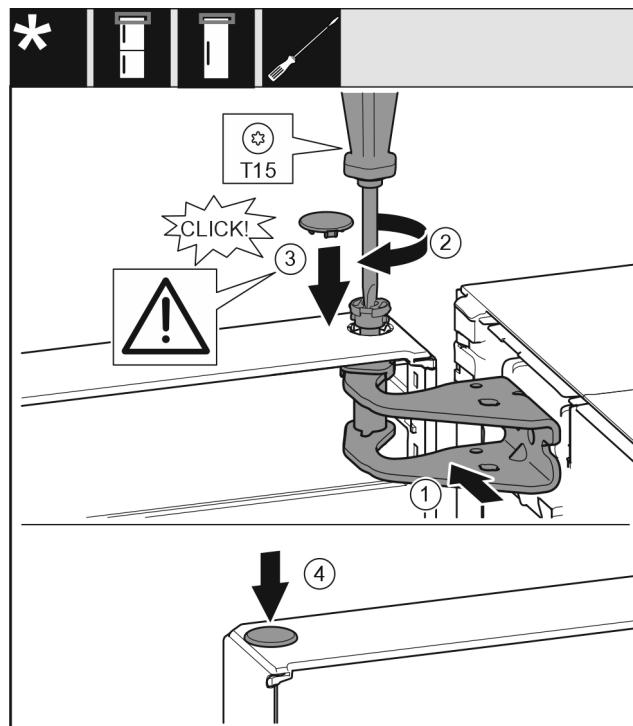

Fig. 21
- ▶ Wyrównać drzwi u góry względem otworu w płycie zawiasu. Fig. 21 (1)
- ▶ Założyć sworzeń i dokręcić śrubokrętem T15. Fig. 21 (2)
- ▶ Zamontować osłonę bezpieczeństwa w celu zabezpieczenia drzwi: Włożyć osłonę zabezpieczającą i sprawdzić, czy przylega ona do drzwi. Ponadto założyć cały sworzeń. Fig. 21 (3)
- ▶ Założyć zatyczkę. Fig. 21 (4)